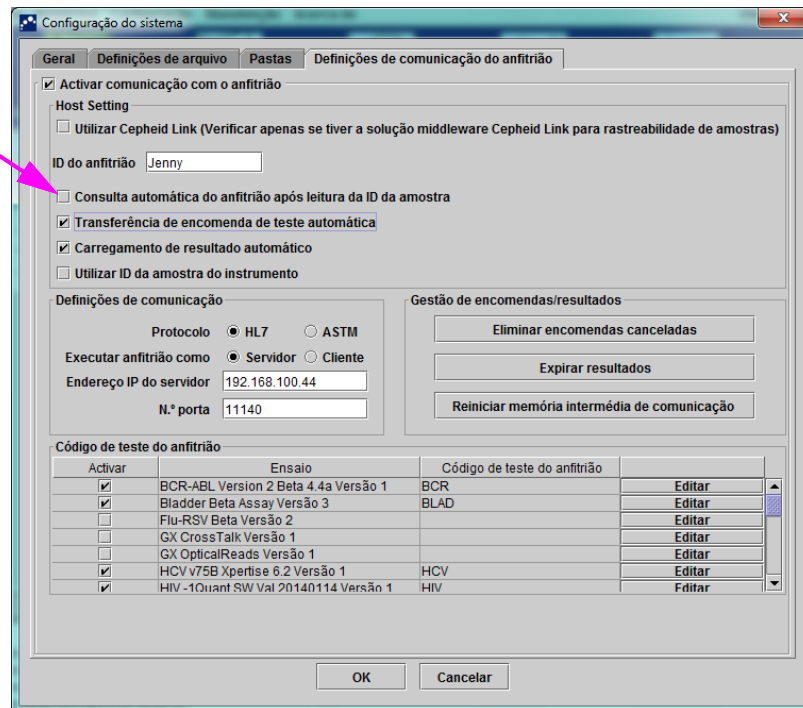

Figura 5-95. Consulta do anfitrião
1. No separador **Definições de comunicação do anfitrião** da caixa de diálogo Configuração do sistema, clique na caixa de verificação **Consulta automática do anfitrião após leitura da ID da amostra** para seleccionar e activar esta função. Consulte a figura 5-95.